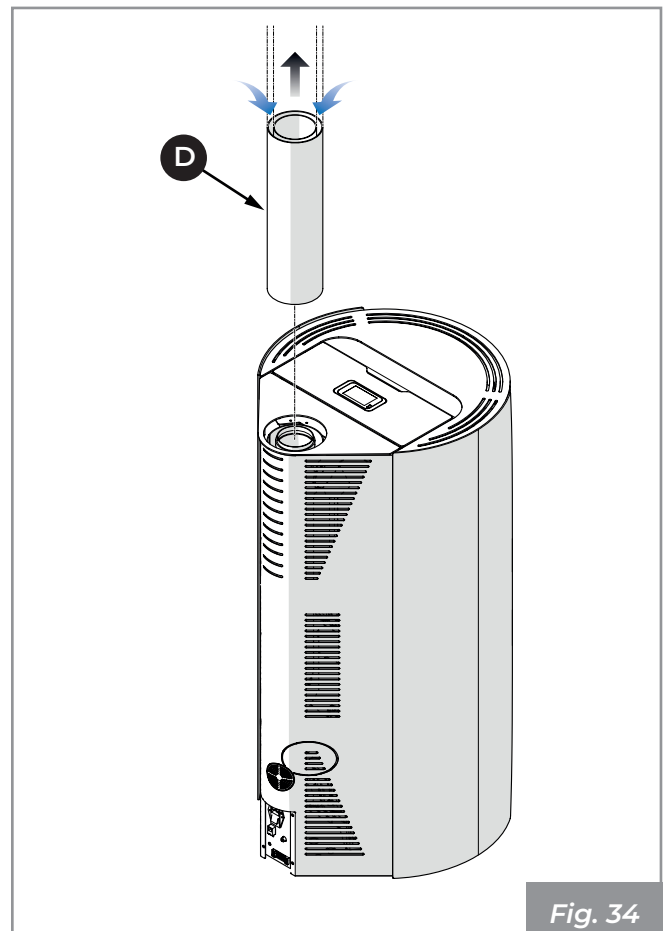

Fig. 34
- Collegare il tubo coassiale **(D)** (**Fig. 34**).